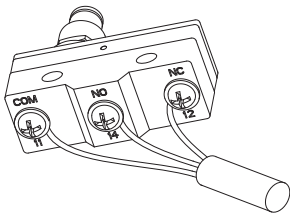
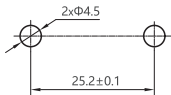
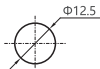

图13 布线示意图
图14 开孔示意图
图15 开孔示意图
7.2.1 安装：布线见图13，开孔见图14和图15。
**注：开孔示意图15适用于YBLXW-5/11M、YBLXW-5/11Q1、YBLXW-5/11Q2产品安装，图14和图15开孔不能同时使用，避免损坏产品。**